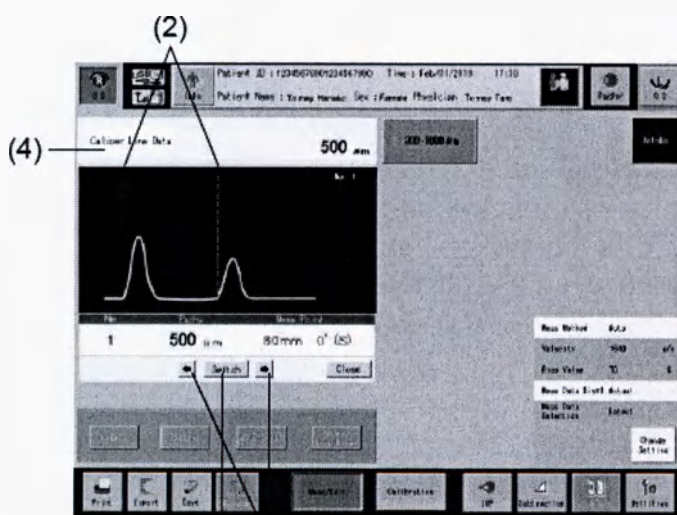

Рис. 2
- 1) Коснитесь кнопки "Caliper" (1), чтобы открыть окно калипера (Рис. 2).
- 2) Коснитесь кнопки "Switch" (2) для выбора линии калипера. Активная линия калипера становится красной, а другие линии принимают желтый цвет.
- 3) Для изменения положения линии калипера, коснитесь кнопок перемещения калипера (3). По мере перемещения линии калипера будет изменяться расстояние между линиями калипера (4).
- 4) Чтобы закрыть окно калипера (Рис. 2) и вернуться к предыдущему окну (Рис. 1) коснитесь кнопки "Caliper" (1)